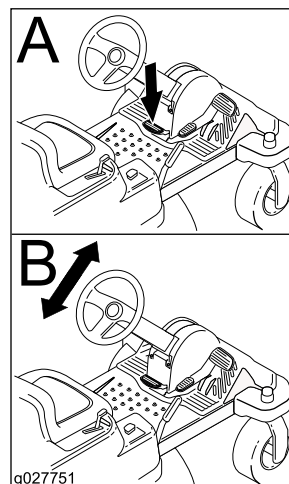

Figure 17
2. Positionnez le volant à la position voulue (Figure 17).